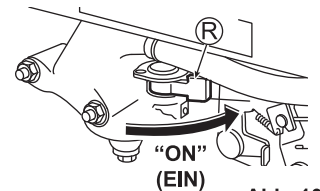

Abb. 10
2. Stellen Sie den Kraftstoffhahn (R) auf "ON" (EIN). (Siehe Abb. 10)